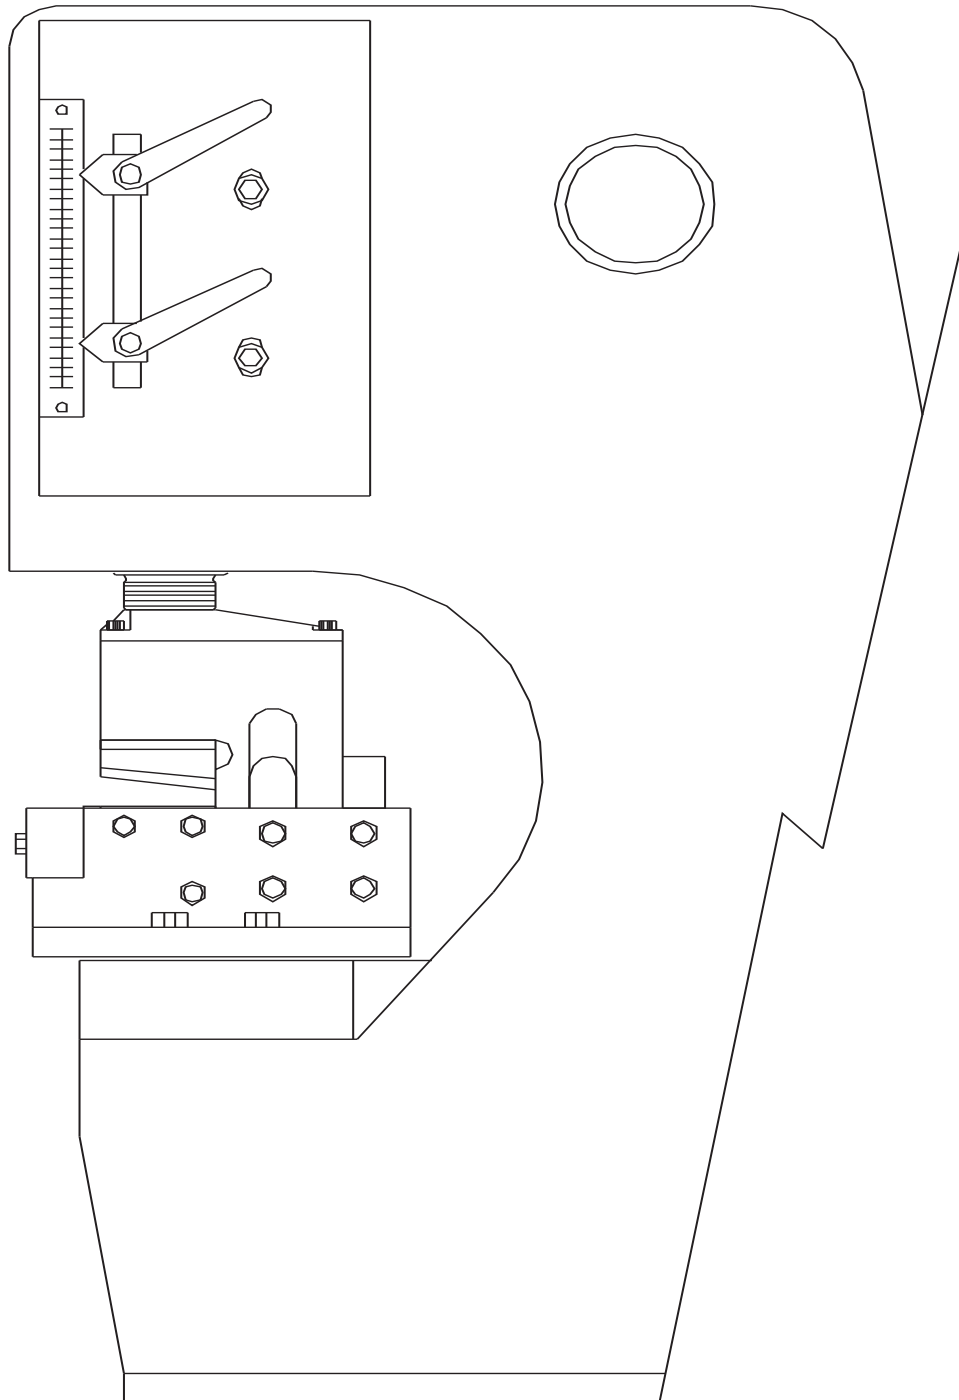

FIGURE 17
**SEE FIGURE 17 ON THE FOLLOWING PAGE.**